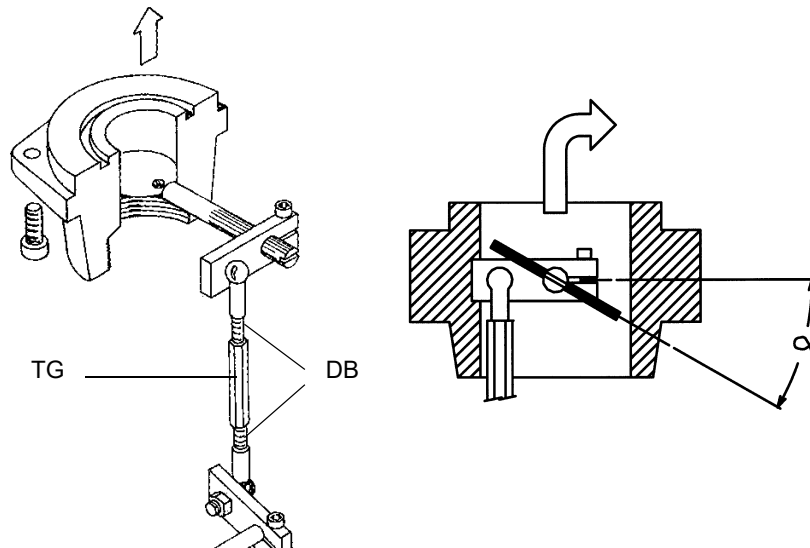

Fig. 5
- 9 Para variar el caudal del gas aflojar los dados **DB**, Fig. 5, y regular el rincón?? de apertura de la válvula de mariposa girando el tirante **TG**, la rotación horaria incrementa el caudal del gas, aquel antioraria la disminuye. El corte sobre el árbol de la válvula de mariposa indica el rincón de abertura medido con respecto del eje horizontal, Fig. 5. ????